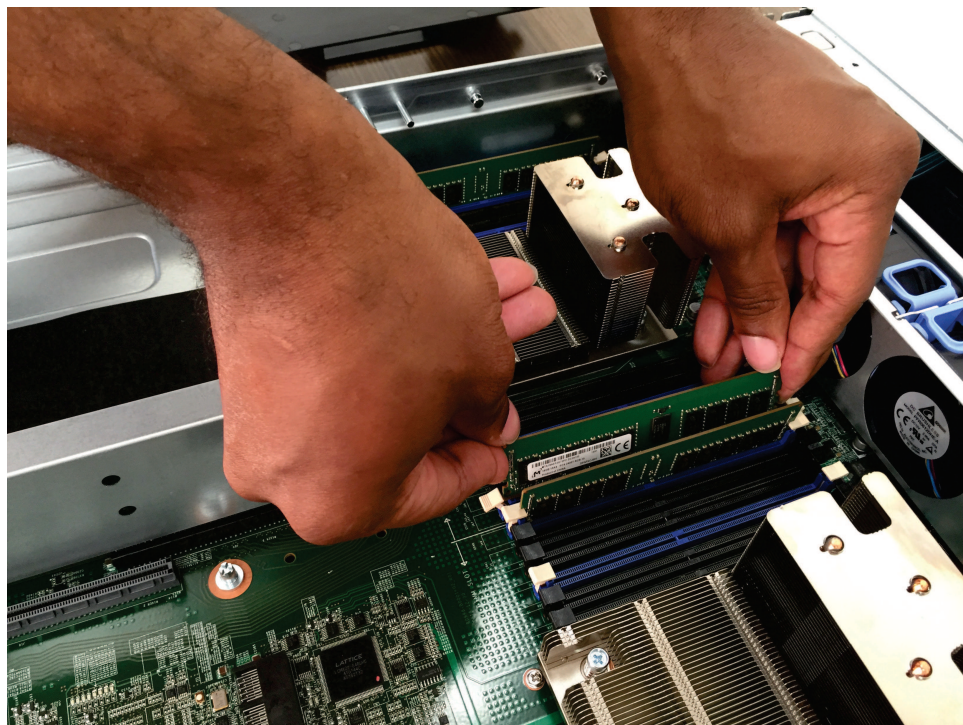

Figura 79. Instalando o DIMM
6. Insira o DIMM no conector alinhando as bordas do DIMM com os slots nas extremidades do conector DIMM, conforme mostrado na Figura 79. Pressione com firmeza o DIMM diretamente para baixo no conector, pressionando ambas as extremidades do DIMM ao mesmo tempo. Os cliques de retenção se encaixam na posição travada quando o DIMM é assentado firmemente no conector.